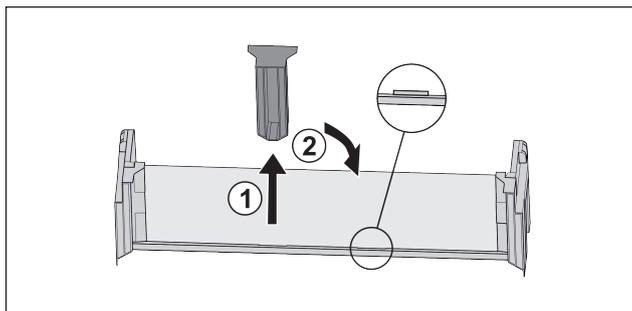

Fig. 30
- ▶ Extraire la pièce de retenue centrale Fig. 30 (1).
- ▶ Insérer la pièce de retenue centrale en deuxième position Fig. 30 (2).